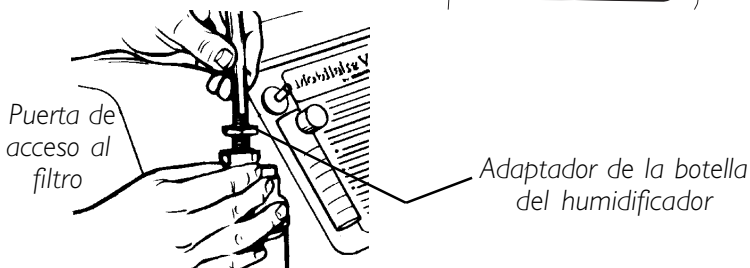

FIGURA 4 - CONEXIÓN DEL ADAPTADOR DEL HUMIDIFICADOR
3. Retire la puerta de acceso al filtro situada en el lateral del concentrador. Para ello, inserte un destornillador plano en el surco de la placa en el borde superior de la compuerta de acceso al filtro y haga palanca suavemente para abrir dicha compuerta (**FIGURA 4, DETALLE "A"**).
4. El adaptador del humidificador está situado junto al filtro de entrada. Tire dicho adaptador hacia arriba para retirarlo (**FIGURA 4, DETALLE "B"**).
5. Conéctelo al humidificador girando la tuerca mariposa en la botella del humedecedor en sentido contrario a las agujas del reloj hasta que quede apretada firmemente (**FIGURA 4, DETALLE "C"**).